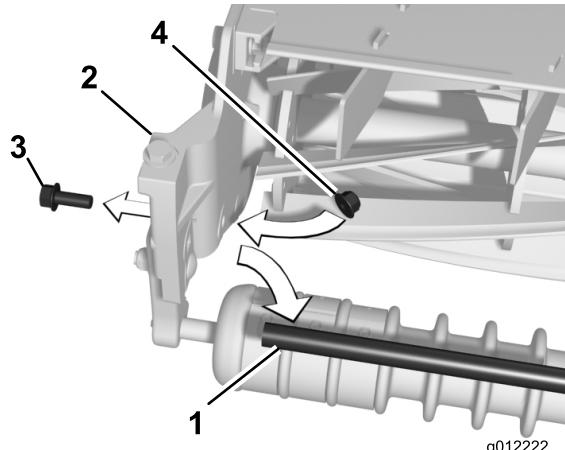

Figura 11
1. Desenrosque os dois parafusos de cabeça flangeada que prendem o tubo de suporte às placas laterais da unidade de corte (Figura 11). Retire o tubo de suporte.
2. Prenda os parafusos de cabeça flangeada às placas laterais da unidade de corte com as 2 porcas de bloqueio flangeadas (3/8 pol.) incluídas (Figura 11).